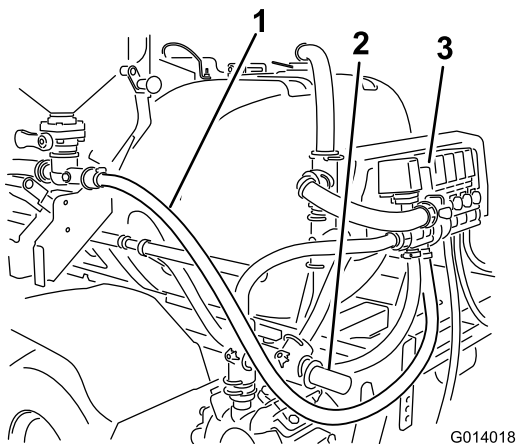

図 26
2. 給液ホースの端部は、後方へ延ばし、ポンプを通り越して、逃がしバルブの下を通過してバルブ・アセンブリの方へ引き返す図26。
- 3. 攪拌ホースの下ではあるが、中央ブームの左側のマウントよりは高い位置に保持しつつ、ホースを上を引き上げてエダクタバルブ・アセンブリにまで到達させる図 26。